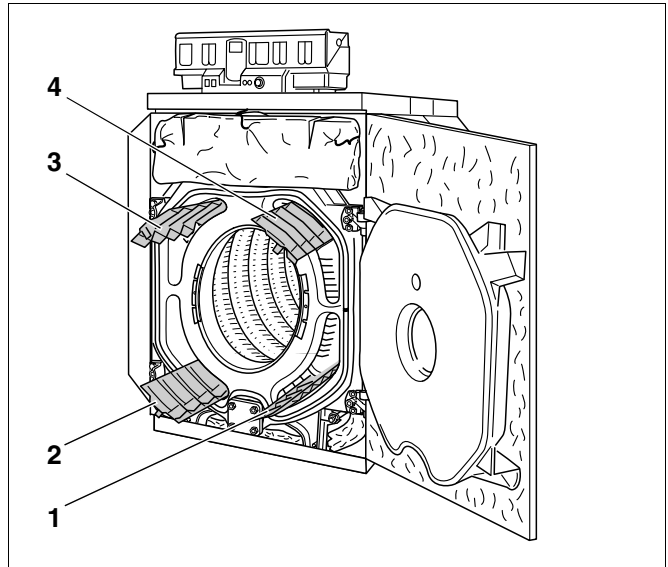

Fig. 66 Retirer les turbulateurs
- Retirer par l'avant les turbulateurs de gaz de combustion des parcours de fumées (fig. 66, **pos 1 - 4**).